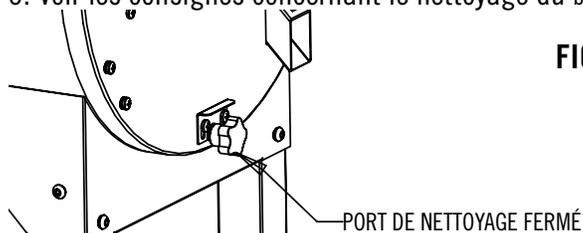

FIG. 12
1. Le bouton de la tige de la zone de nettoyage doit être enfoncé lorsque le barbecue est allumé. S'assurer que le système de blocage de la tige est tiré vers le bas et bloque le bouton afin d'empêcher l'ouverture de la zone de nettoyage par inadvertance. Voir la Fig. 12.